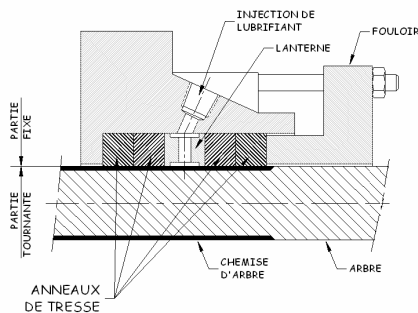

Figure 5
- presse-étoupe à tresses, lubrifié par le fluide véhiculé ou par un fluide auxiliaire (figure 5),